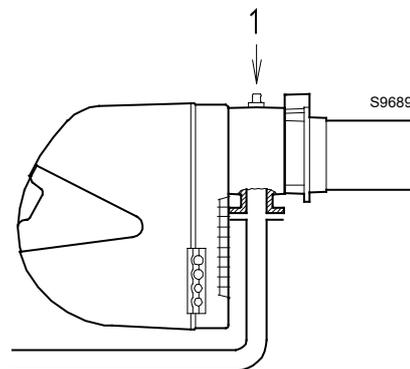

Рис. 23
Давление газа, измеренное на штуцере 1) (Рис. 23), с:
Потеря давления на дроссельном клапане газа 2) (Рис. 23) с максимальным углом открытия: 90°.
- Отнимите из давления газа на штуцере 1) (Рис. 23) давление в камере сгорания.
Давление газа на штуцере 1) (Рис. 23) = 8,9 мбара
Чтобы узнать давление газа, необходимое на штуцере 1) (Рис. 23), определив максимальную мощность работы горелки, выполните следующее:
- Посмотрите справа в столбце 1 давление на штуцере 1) (Рис. 23).
необходимое давление на штуцере 1)(Рис. 23).